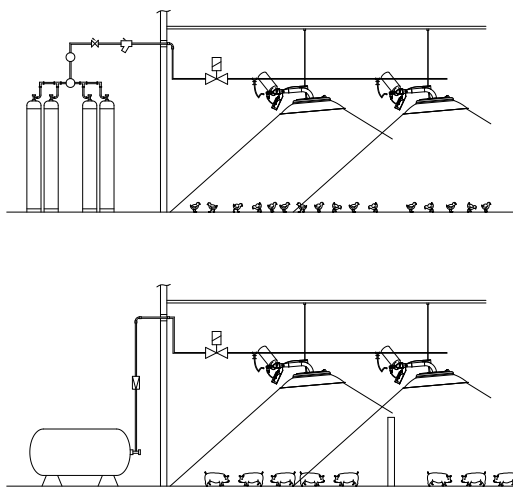

Fig. 6
10. Puesta en servicio (Figs. 6)
10. Commissioning (Figs. 6)
10. Mise en service (Fig. 6)